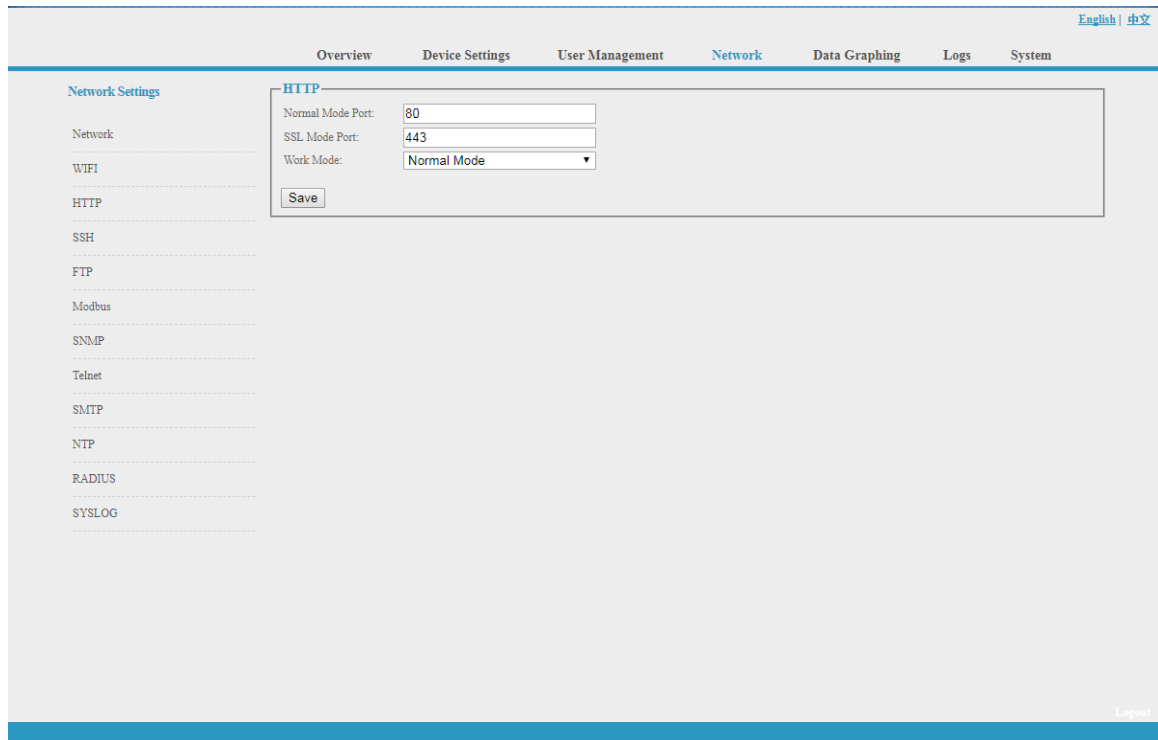

Abbildung 1-7
**Hinweis: Bitte starten Sie die Software neu, nachdem Sie die HTTP-Einstellungen geändert haben. Siehe Abbildung 1-7**